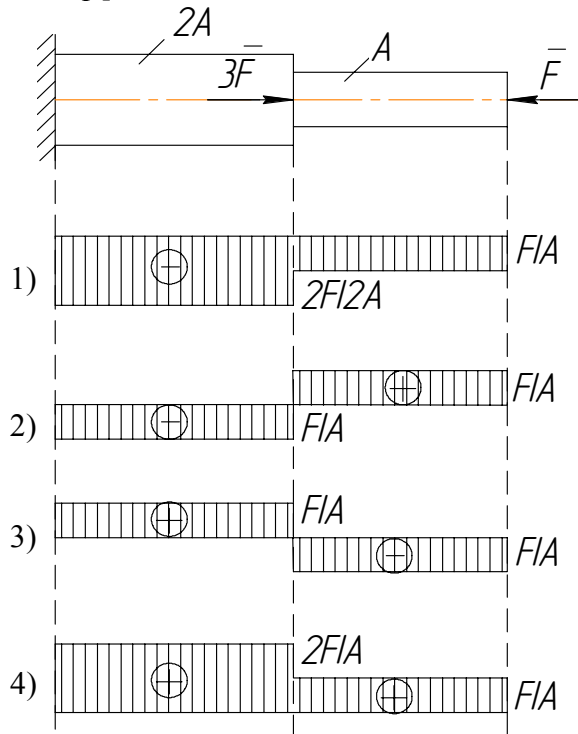

Рис. 12
39. Эпюра нормальных напряжений для бруса на рис. 12 изображена на схеме [простой выбор]...